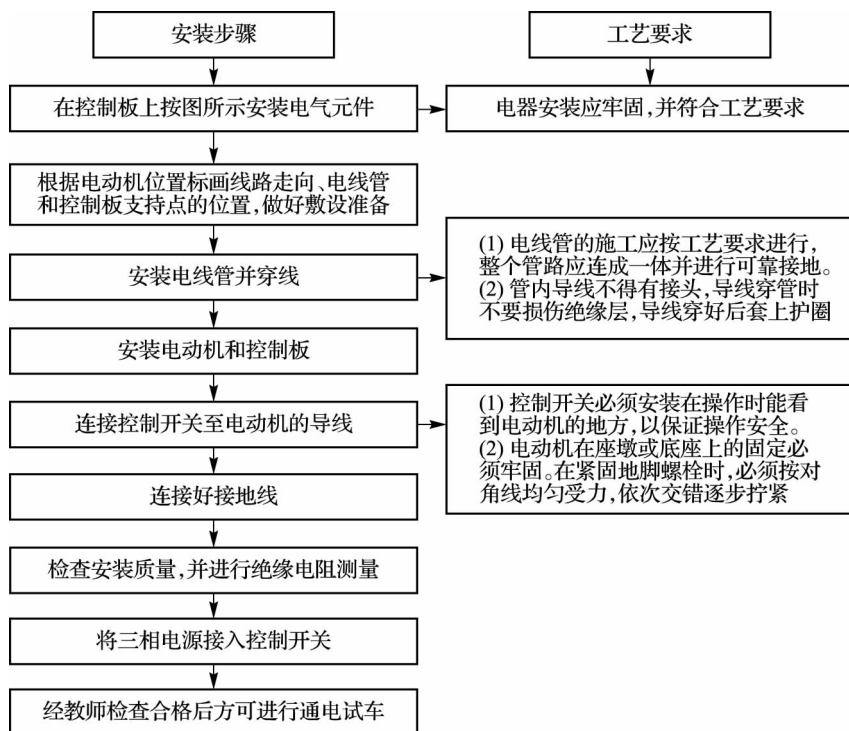

图 1-27 单向起保停控制线路的安装步骤及工艺要求
①安装步骤及工艺要求。单向起保停控制线路的安装步骤及工艺要求如图 1-27 所示。
②接线装配。按图接线,并用万用表进行检查,完全正确后,在教师的允许下通电试车。